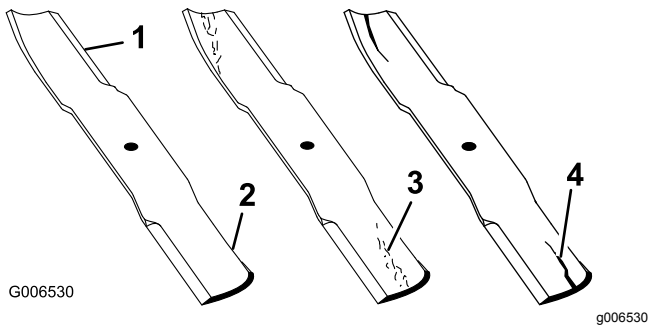

Figure 142
2. Examinez attentivement les tranchants de la lame, particulièrement au point de rencontre de la partie plane et de l'ailette, comme montré à la Figure 142.
Remarque: Le sable et les matières abrasives peuvent éroder le métal à cet endroit, c'est pourquoi il est important de contrôler l'état de la lame avant d'utiliser la tondeuse. Remplacez la lame si elle vous semble usée (Figure 142).